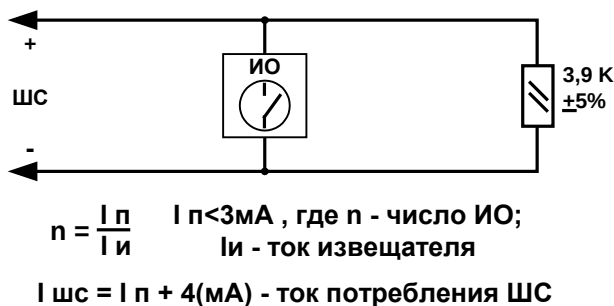

Рис. 5 Охранный ШС с активными ИО
- от активных ИО с нормально-разомкнутыми контактами с контролем обрыва (см. Рис. 5, Табл. 8);
Примечание. Количество ИО, включенных в ШС данного типа рассчитывается по формуле на Рис. 5, исходя из тока применяемого извещателя $I_{\text{и}}$.